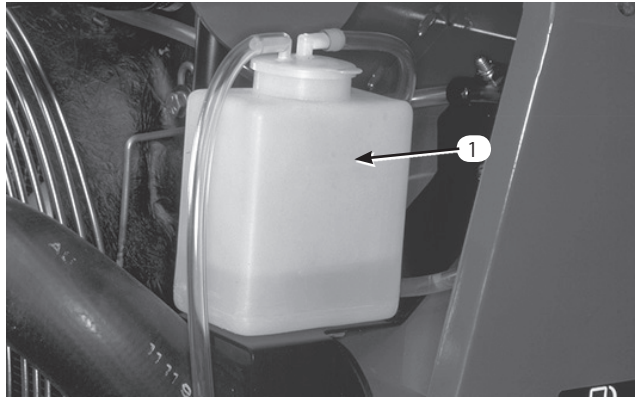

図5
1. 火傷を負わないように注意しながらラジエター・キャップ（図6）と補助タンクのキャップ（図5）を開ける。